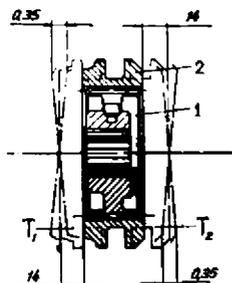

Рис. 58. Комплектование и подбор деталей синхронизатора:
1. Ослабление посадки по центрирующим поверхностям в результате износа или смятия деталей	1. Детали заменить. Ступицу синхронизатора подобрать с муфтой, как показано на рис. 58. Шестерню первой передачи подобрать по вторичному валу с минимальным зазором при легком перемещении